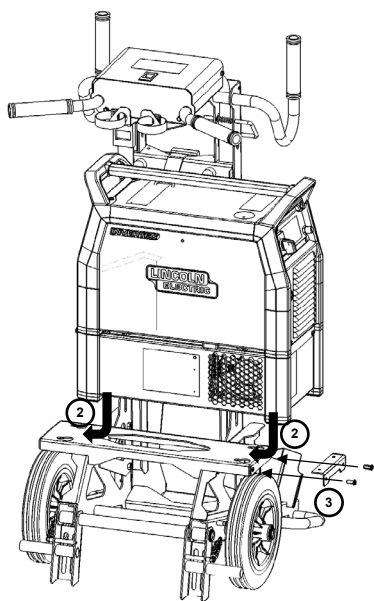

Figura 4
2. Glišați ansamblul sursă de alimentare + răcitor în orificiile de pe placă (Figura 4).
3. Înșurubați elementul metalic de blocare pentru a evita mișcarea întregului echipament (Figura 4).